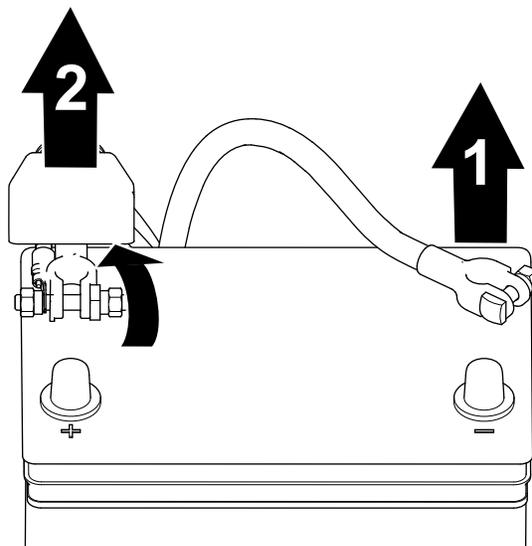

图 37
1. 从电池电极上断开负极电池接线（图 37）。
2. 提起绝缘体，并从电池电极上断开正极电池接线（图 37）。